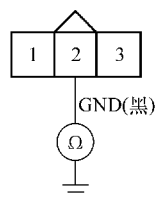

图 4-25 点火线圈插头 2 号端子与车身搭铁之间的导通性
- 19) 将点火开关旋至锁定 (0) 位置。
- 20) 如图 4-25 所示, 检查故障气缸的点火线圈 3 芯插头 2 号端子与车身搭铁之间是否导通。